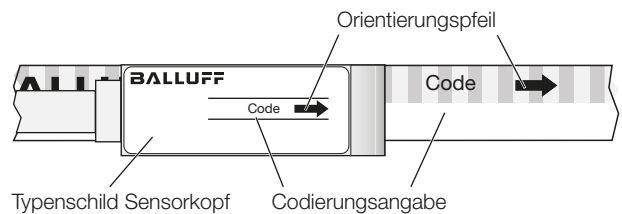
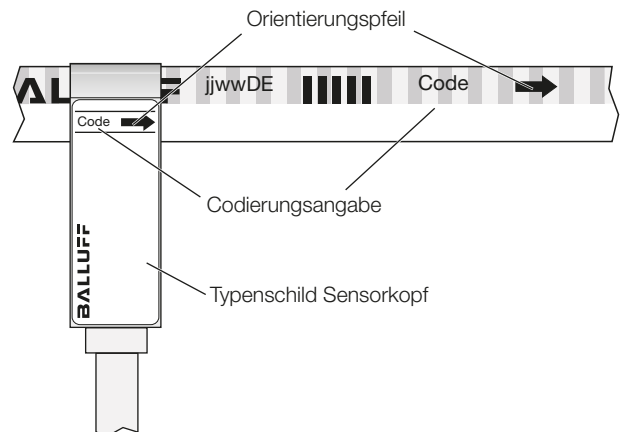

Bild 4-1: Ausrichtung Sensorkopf zu Maßkörper – Längsvariante
Bild 4-2: Ausrichtung Sensorkopf zu Maßkörper – Quervariante
- Der auf dem Maßkörper aufgedruckte Pfeil muss in die gleiche Richtung wie der Pfeil auf dem Typenschild des Sensorkopfs zeigen (siehe Bild 4-1 und Bild 4-2 auf Seite 10).